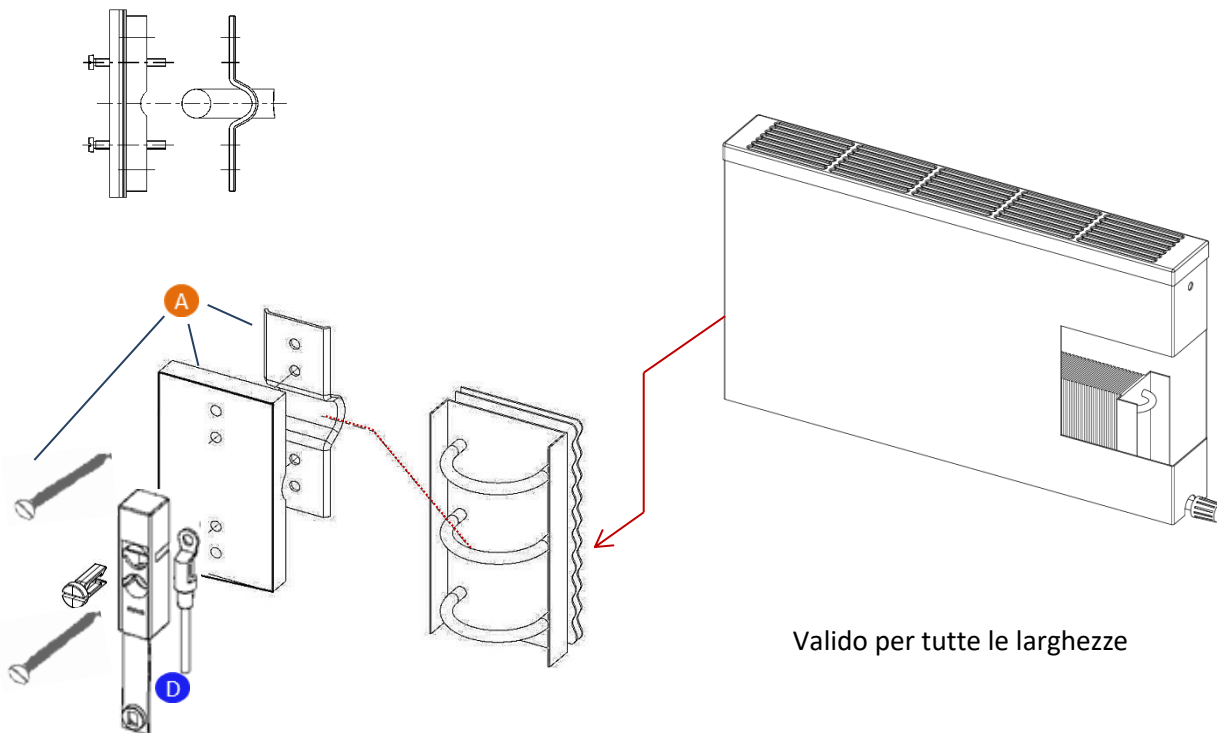

Fig. 21 Modello 25/16 – Fissaggio del sensore remoto al 25% del condotto dell'acqua sulla lamiera di chiusura, lato di mandata
- Termoconvettore compatto Basis-Konvektor modello 25/16 (anche modelli 15/16, 25/21, 15/26, 25/10, 25/13, 25/21, 25/26), v. Fig. 21